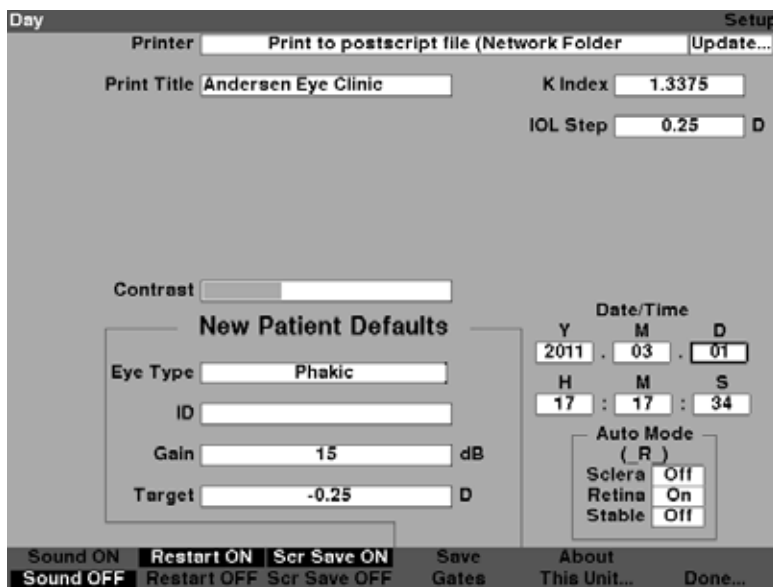

Figura 5-64 Campo de día seleccionado
1. En la pantalla Setup (Configuración), gire el control giratorio para seleccionar el campo del día de la fecha, indicado con un borde negro continuo, como se muestra en la Figura 5-64.